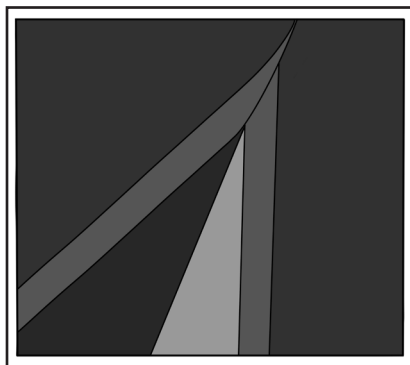

Рис. 17
8.2. При сваривании крупных прямоугольных полотен допускается сваривание кромок полотен между собой с нахлестом 40 мм с помощью машинки Варимат без использования ленты Термобонд. Обязательным условием является наличие кромок со слоем ТПЕ на полотнах (см. Рис.17). Это возможно при использовании мембраны Преласта СТ и продольном расположении рулонов. Также необходима гладкая ровная поверхность на объекте во избежание дефектных швов.